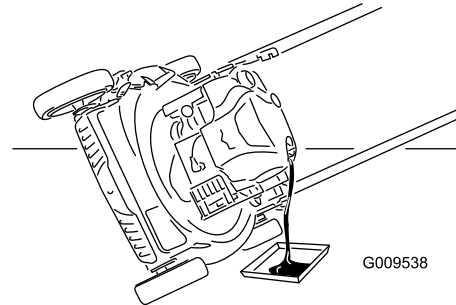

Bild 29
7. Kippen Sie die Maschine zur Seite, der Einfüllstutzen zeigt nach unten, um das Altöl über den Einfüllstutzen in eine Auffangwanne abzulassen (Bild 29).